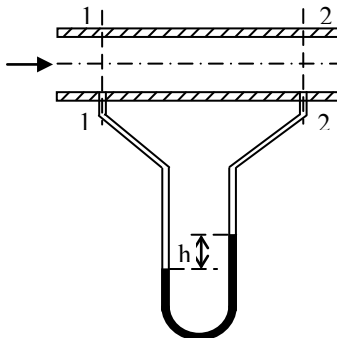

Рисунок 4.6
4.2.6 До перерізів 1 і 2 горизонтального трубопроводу, по якому перекачується рідина P1, приєднані трубки диференціального манометра із рідиною P2. Визначити різницю тисків у вказаних перерізах, якщо різниця рівнів в двох колінах манометра h (див. рис. 4.6).